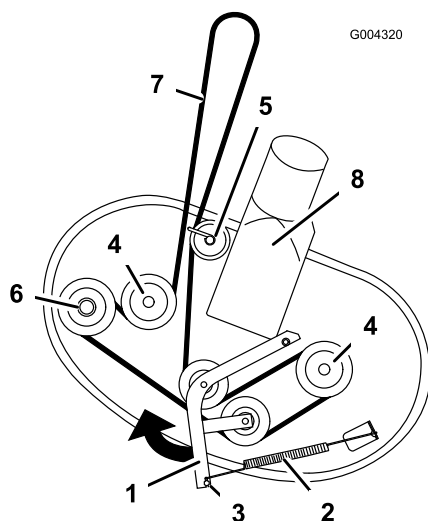

Figura 58
5. Allentate il dispositivo di fissaggio che fissa il paracinghia alla puleggia posteriore (Figura 58).
6. Tirate il braccio di rinvio nel senso riportato nella Figura 58, e togliete la cinghia dalle pulegge.
9. Serrate il dispositivo di fissaggio che fissa il paracinghia alla puleggia posteriore (Figura 58).
7. Montate la nuova cinghia attorno alla puleggia del motore ed a quelle del tosaerba (Figura 58). Montate la nuova cinghia sotto il guidacinghia e attorno alla puleggia posteriore.
8. Tirate la puleggia tendicinghia nel senso riportato nella Figura 58, e montate la cinghia sul braccio di rinvio e sulle pulegge del mandrino (Figura 58).